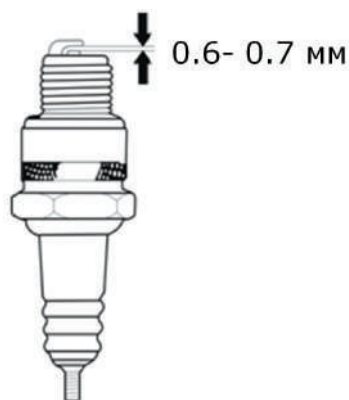

Рис. 22
4. Проверьте зазор между электродами. Он должен составлять 0.6-0.7 мм. При необходимости отрегулируйте зазор (рис. 22);